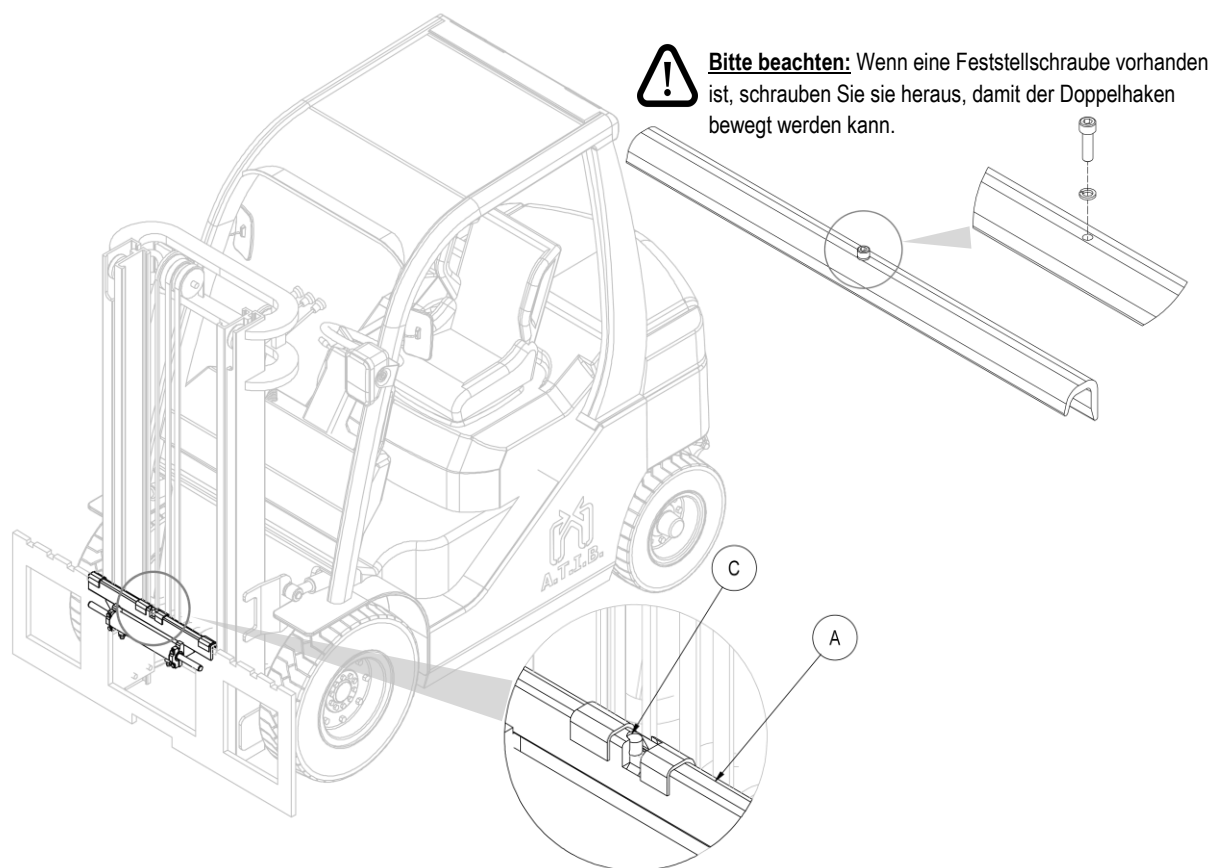

Abbildung 6
4. Nehmen Sie mit der Hand den Doppelhaken **A** (mit den Gleitbuchsen und dem Verfahrzylinder) und haken Sie ihn am oberen Profil der Trägerplatte der Gabel ein. Achten Sie darauf, dass der Zentrierbolzen **C** in der Mittelkerbe der Trägerplatte einrastet (siehe *Abbildung 6*).